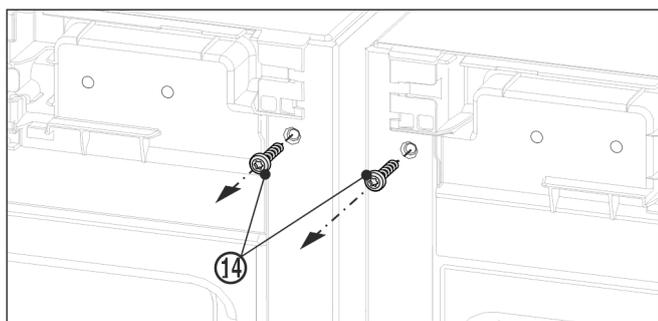

Fig. 11
- ▶ Avant le montage de l'équerre supérieure, dévisser les deux vis de terre Fig. 11 (14).